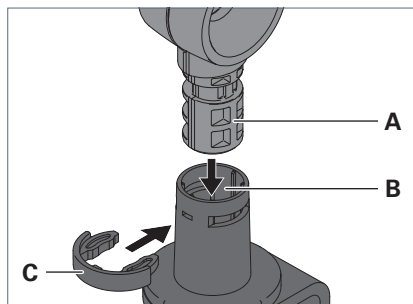

Fig. 4: Montaggio dell'apparecchio d'illuminazione a un morsetto da tavolo.
- Inserire il perno **A** dell'asta dell'apparecchio d'illuminazione nell'apertura **B** del morsetto da tavolo, vedi Fig. 4.